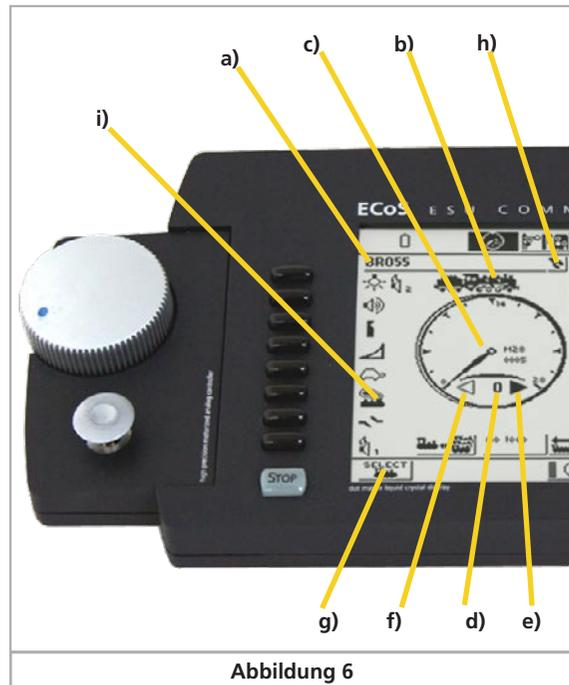

Abbildung 6
• Drehen Sie den Drehregler nach rechts, und die Lok wird sich in Gang setzen. Die Tachonadel wird sofort die aktuelle Geschwindigkeit anzeigen; gleichzeitig wird die Fahrstufe zur genaueren Kontrolle angezeigt (Siehe Abb. 6 d ).